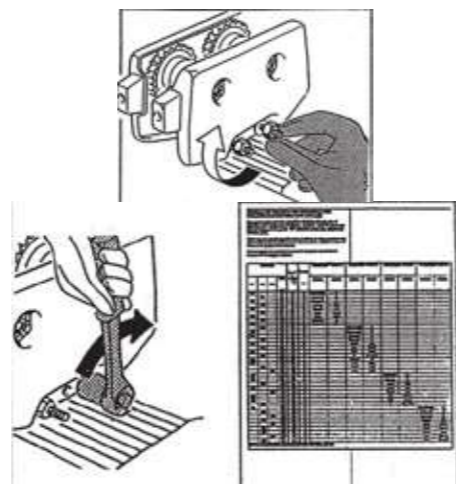

fig.24
2. Dopo aver scavalcato l'ala inferiore della trave con le ruote del carrello, chiudere le piastre ed avvitare in battuta i dadi dei tiranti, senza però serrarli. (fig.24)
4. Serrare i dadi dei tiranti con coppia di serraggio indicata nella relative tabelle (TABELLA DEI TIRANTI). (fig.24)